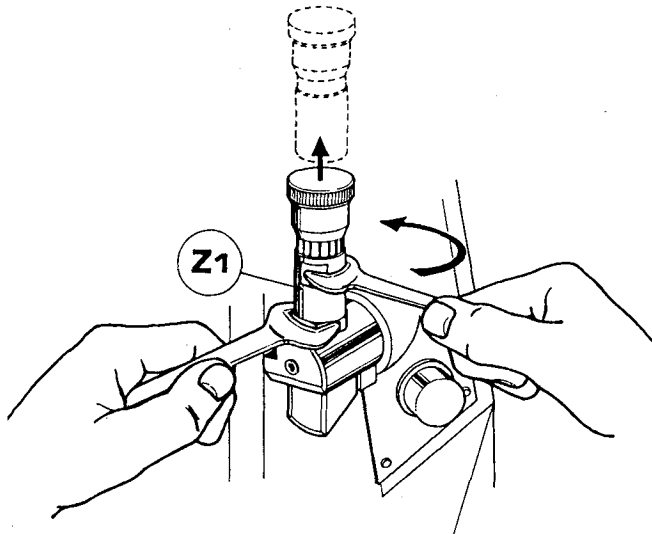

Fig. 17
- 1) - Con la mano sinistra tenere bloccato il dado e con la mano destra svitare completamente e togliere la bussola (Z1) del tastatore micrometrico, come indicato alla fig. 17.
- 1) - Hold the nut still with the left hand and unscrew the micrometric tracer point bushing (Z1) with the right hand, as shown in fig. 17.
- 1) - De la main gauche, immobiliser l'écrou, et, de la main droite, dévisser et enlever le fourreau (Z1) du tâteur micrométrique comme indiqué sur la fig. 17.
- 1) - Mit der linken Hand die Mutter festhalten und mit der rechten Hand die Hülse (Z1) des mikrometrischen Tasters entfernen, wie auf Abb. 17 angezeigt.
- 1) - Con la mano izquierda tener bloqueada la tuerca y con la mano derecha destornillar completamente y sacar el maguito (Z1) del palpador micrométrico, como ilustrado en la fig. 17.